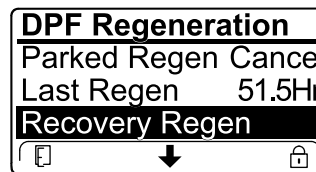

図 60
- エンジンコンピュータがリカバリ再生を要求していないのに、リカバリ再生 RECOVERY を選択することはできません。リカバリ再生はロックされ、施錠アイコン 図 60がインフォセンターの右下に表示されます。